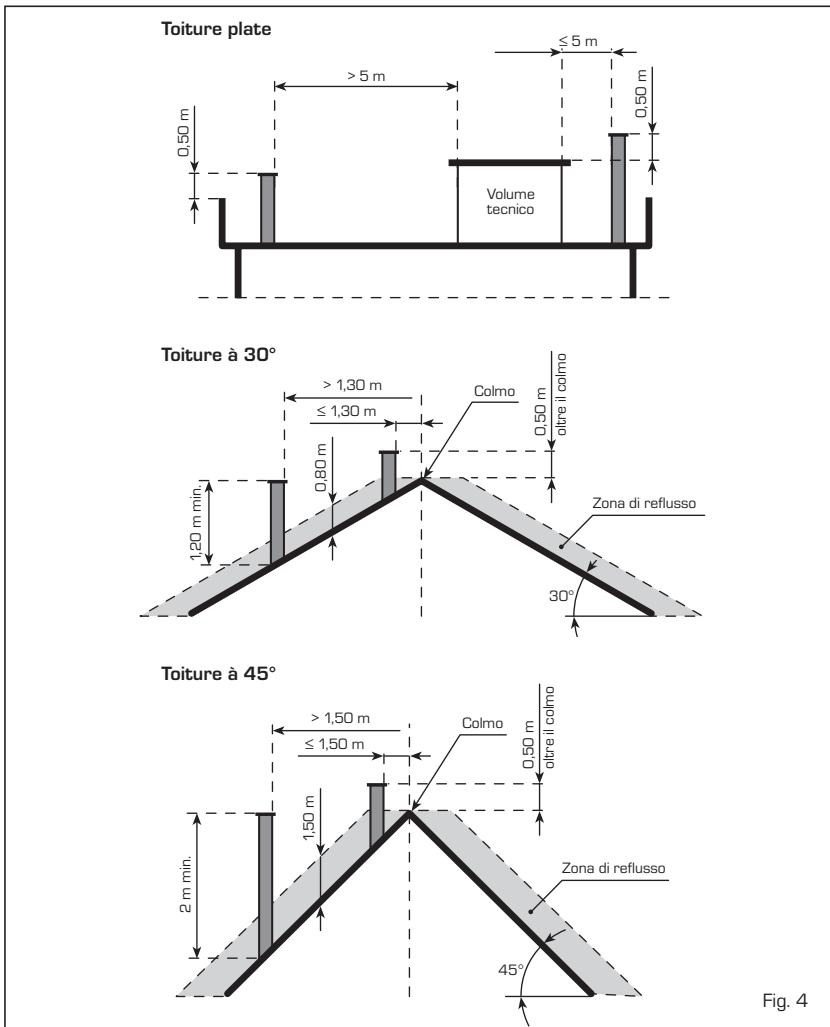

Fig. 4
2.5 CONDUIT DE CHEMINEE (fig. 4)
- être équipée en son sommet d'un faîte, dont l'embouchure doit se trouver en dehors de ce que l'on qualifie de zones de reflux, afin d'éviter la formation de contrepressions qui entravent la bonne évacuation dans l'atmosphère des produits de la combustion. Il est donc nécessaire de respecter les hauteurs minimums qui sont mentionnées dans la figure 4;